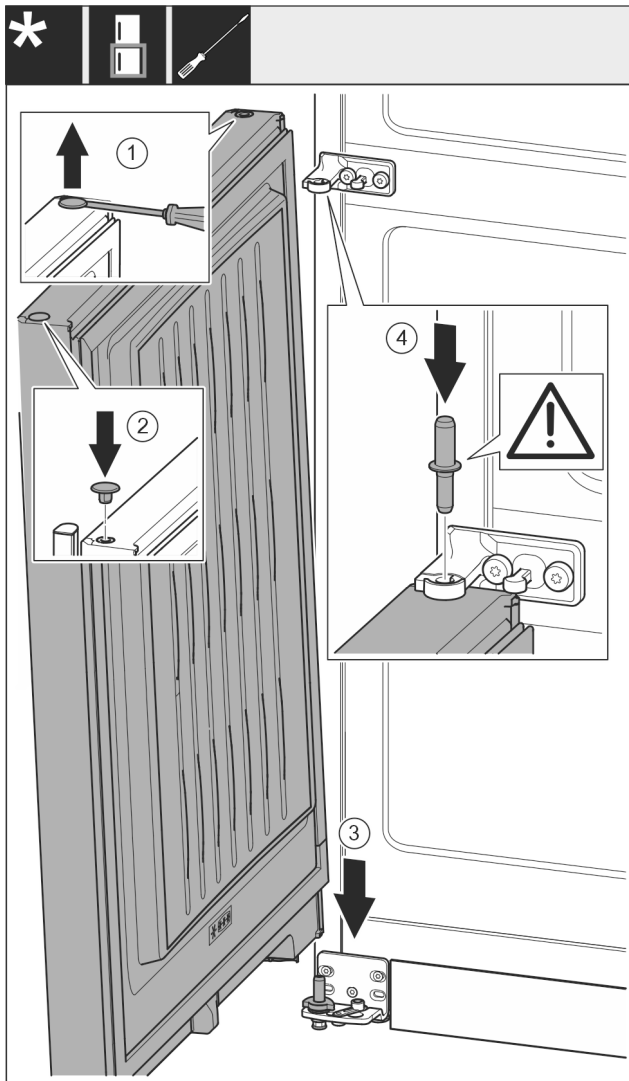

Fig. 20
- ▶ За допомогою шліцевої викрутки обережно підніміть пробку Fig. 20 (1) та витягніть її.
- ▶ Знову вставте пробку Fig. 20 (2) з іншого боку дверцят.
- ▶ Встановіть дверцята Fig. 20 (3) зверху на нижній опорний гвинт.
- ▶ Середній опорний гвинт Fig. 20 (4) встановіть в нижні дверцята через середній опорний кронштейн. При цьому виступ фіксатора повинен бути спрямований назад.